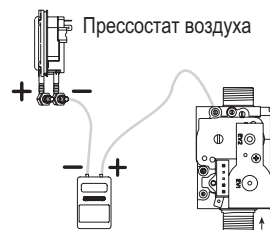

Рис. 4
Для измерения перепада давления "газ-воздух" подсоедините положительный импульс дифференциального манометра к штуцеру давления газа после газового клапана, а отрицательный импульс -- к прессостату воздуха (рис. 4).
– Недостаточное давление воды (рис. 4)